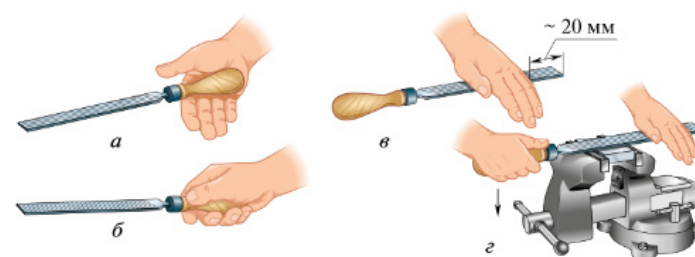

Рис. 5.35. Положение рук при опиливании: а, б — рабочей (правой) руки; в — нерабочей (левой) руки; г — распределение усилий нажима при опиливании
- 3. Следует отработать положение рук и распределение усилий нажима на напильник в процессе опиживания (рис. 5.35).